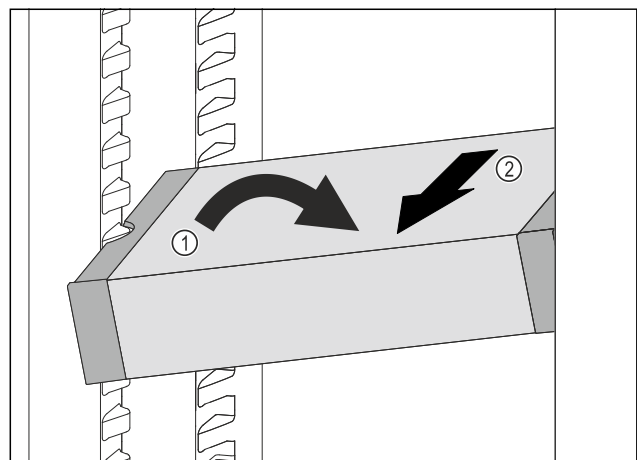

Fig. 174
- ▶ VarioSafe im Kühlteil schräg stellen. Fig. 174 (1)
- ▶ VarioSafe nach vorne entnehmen. Fig. 174 (2)